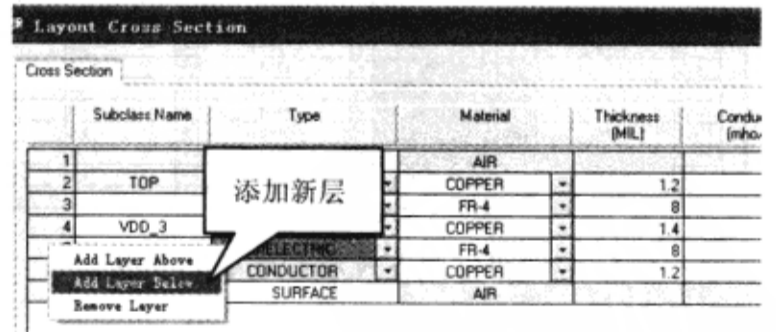

图 7-12-26 添加新的层面
(9) 在“Layout Cross Section”对话框的第 5 层单击鼠标右键，在弹出的菜单中选择“Add Layer Below”，如图 7-12-26 所示。